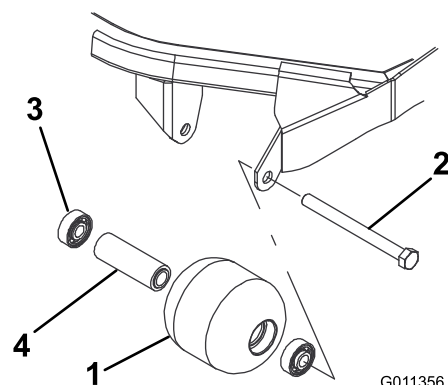

Figura 73
1. Retire el perno de montaje del rodillo (Figura 73).
4. Inspeccione el alojamiento del rodillo, los cojinetes, y el espaciador del cojinete (Figura 73) Sustituya cualquier componente dañado y móntelos.
1. Introduzca a presión el primer cojinete en el alojamiento del rodillo (Figura 73). Haga presión solamente sobre el anillo de rodadura exterior, o de forma igual sobre el anillo exterior y el interior.
2. Introduzca el espaciador (Figura 73).
3. Introduzca a presión el segundo cojinete en el alojamiento del rodillo (Figura 73). Presione de manera uniforme sobre el anillo de rodadura interior y el exterior hasta que el anillo de rodadura interior entre en contacto con el espaciador.